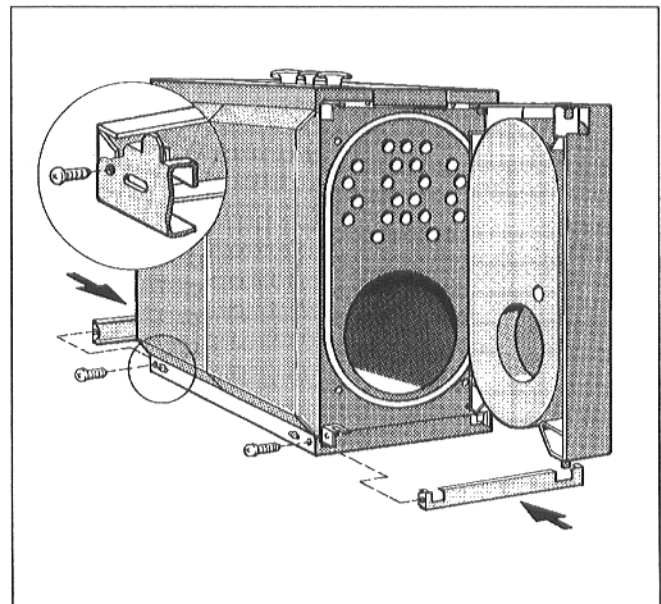

Рис. 15 – Принципиальное изображение
- Привинтить переднюю и заднюю рамную планку к боковым рамным планкам, используя для этого по 2-самонарезных винта (Рис. 15).